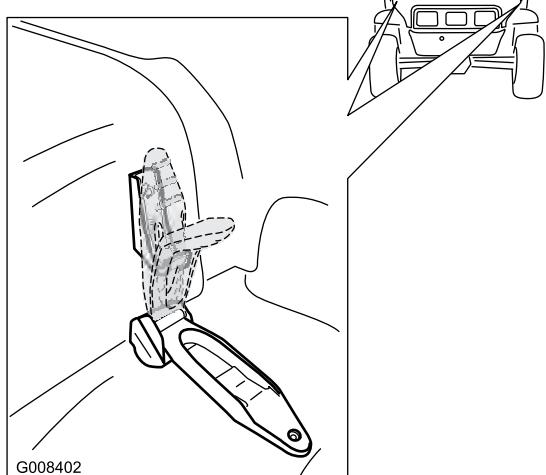

Figura 22
1. Liberte as fitas de borracha em ambos os lados do capot (Figura 22).